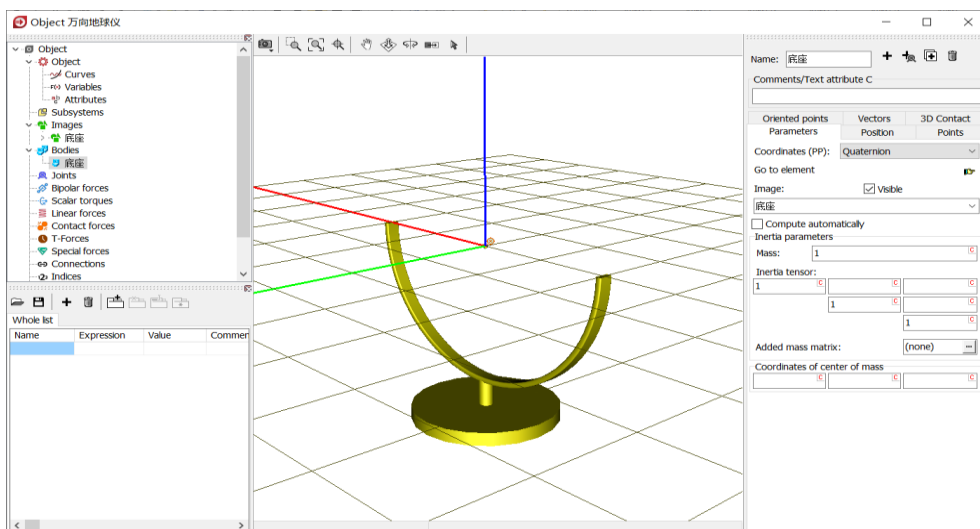

图 2-11
- 5) 在交互界面顶部 **Name** 处将该刚体重名为**底座**，在 **Parameters** 页面下部 **Mass** 处定义质量（国际单位：kg）为 **1**，在 **Inertia tensor** 处定义刚体相对其惯性主轴的转动惯量（国际单位：kg·m²）分别为 **1**，**1**，**1**，如图 2-11。